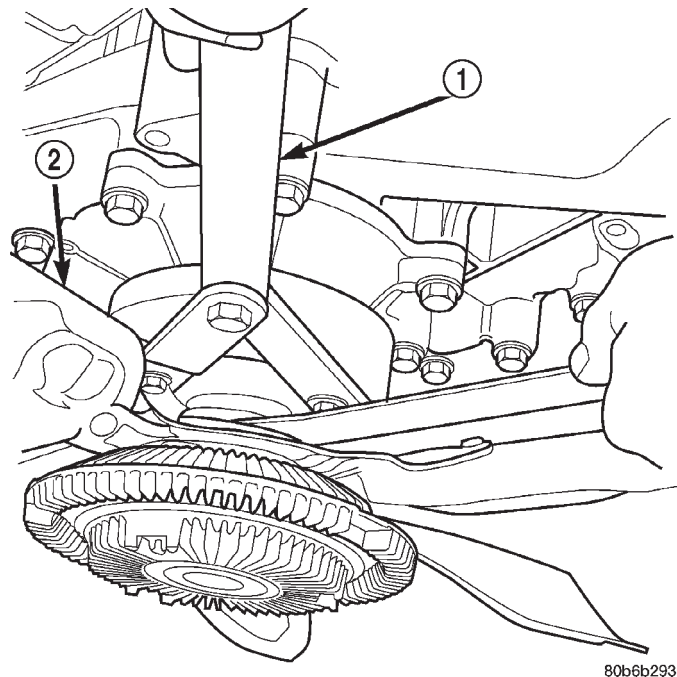

Abb. 117 Lüfter—Ausbau/Einbau
- (1) Batterie-Minuskabel (-) abklemmen.
- (2) Antriebsriemen für Zusatzaggregate ausbauen. Näheres hierzu siehe Kapitel 7, "Kühlsystem".
- (3) Befestigungselemente des Klimakompressors abbauen und den Kompressor außerhalb des Arbeitsbereichs ablegen.
- (4) Kühlsystem entleeren. Näheres hierzu siehe Kapitel 7, "Kühlsystem".
- (5) Oberen Kühlerschlauch ausbauen.
- (6) Mit Spezialwerkzeug 6958 (Schlüssel) sowie Adapterstiften 8346 Lüfter und Viskokupplung von der Wasserpumpe lösen (Abb. 117).
- (7) Lüfter und Viskokupplung ausbauen.
(9) Mit Spezialwerkzeug 6958 (Schlüssel) sowie den Adapterstiften 8346 den Lüfter und den Lüfterantrieb an der Wasserpumpe befestigen (Abb. 117).
(10) Oberen Kühlerschlauch anschließen.
(11) Klimakompressor montieren und Befestigungsschrauben mit einem Anzugsmoment von 54 N·m (40 ft. lbs.) festziehen.
(12) Antriebsriemen für Zusatzaggregate auflegen; siehe hierzu Kapitel 7, "Kühlsystem".
(13) Kühlsystem neu befüllen. Näheres hierzu siehe Kapitel 7, "Kühlsystem".
(14) Batterie-Minuskabel (-) anklemmen.